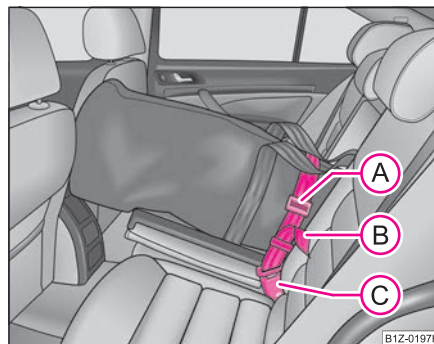

Fig. 112 Siguranța
- Introduceți centura de asigurare a sacului (A) în elementul de prindere al centurii de siguranță din mijloc spate (C) ⇒ fig. 112.
- Trageți de capătul liber al centurii de siguranță (B).